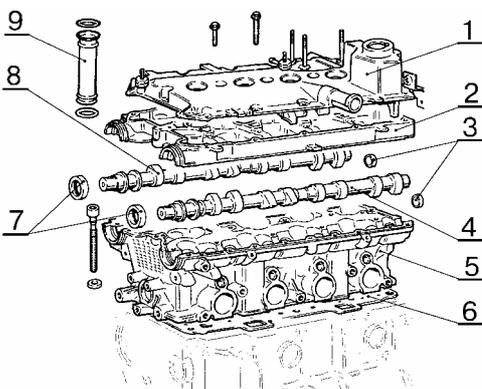

Рис.21.
- снять крышку 1, рис.21, головки цилиндров (головка сменная 8, вороток коловоротный или гайковерт типа ИП – 3111);